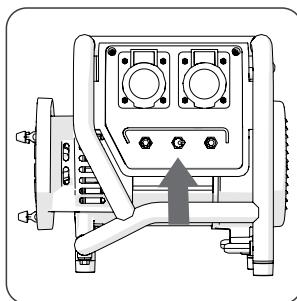

Fig. 2 (UK Professional version shown)
- Se possibile selezionare la tensione richiesta impostando il selettori a 230V o 110V. (**Fig. 2**)